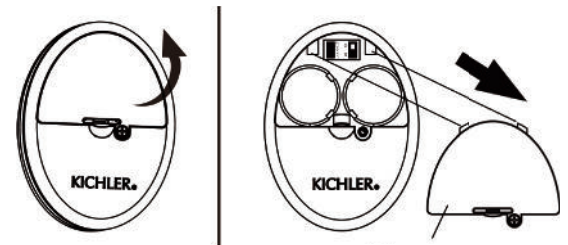

Fig. 27
Étape 1. À l'aide d'un tournevis, retirez le couvercle des piles du combiné et conservez la vis pour une utilisation ultérieure. (Fig. 27)